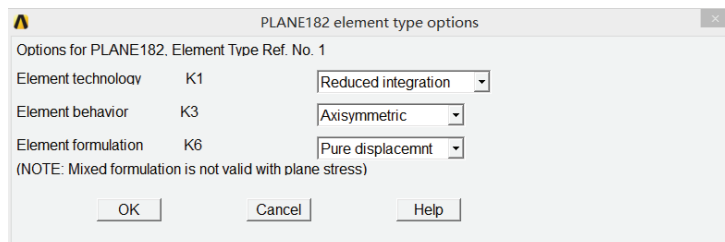

图 5-202 PLANE182 单元属性设置对话框
2) 单击 Element Types 对话框上的 Options 按钮，出现 PLANE182 element type options 对话框，在 Element technology K1 下拉选框中选择 Reduced integration，在 Element behavior K3 下拉选框中选择 Axisymmetric，在 Element formulation K6 下拉选框中选择 Pure displacemnt，如图 5-202 所示，单击 OK 按钮关闭该对话框。